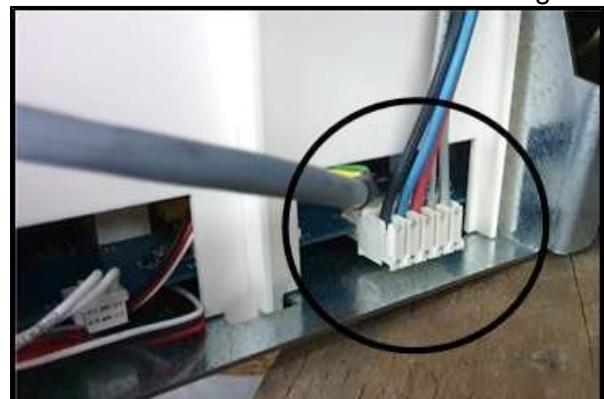

Fig. 2.3
5. Desconecte los cables que conectan el variador con el motor (Fig. 2.3).